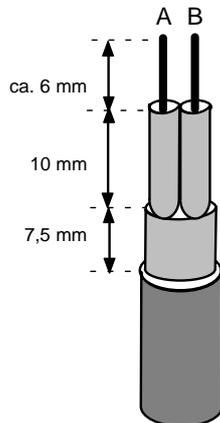

Figura 4. 17: Confezione delle estremità del cavo per il montaggio del connettore di bus con uscita del cavo assiale
- Togliere l'isolamento su entrambe le estremità del cavo in base alla Figura 4. 17